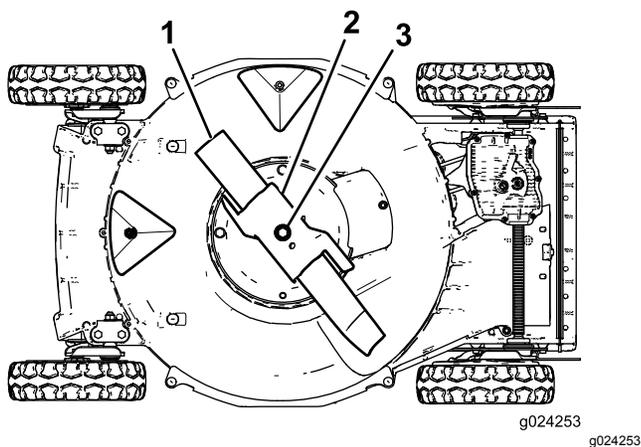

Figura 24
- Incline a máquina sobre o lado **direito** (filtro do ar voltado para cima), tal como se ilustra na Figura 24.